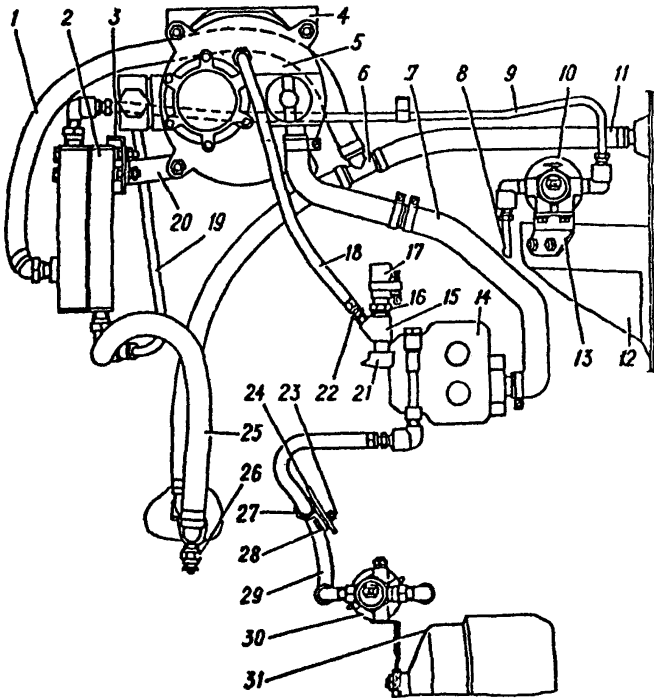

Рис. 5.19 Монтаж газового оборудования в моторном отделении
4) вывернуть из впускной трубы 21 штуцер 16 (рис. 5.19) отбо-
7) закрепить бензиновый фильтр 30 в сборе с электромагнитным клапаном и кронштейном под верхнюю гайку кронштейна вакуумного усилителя 31 тормозов как показано на рис. 5.19;